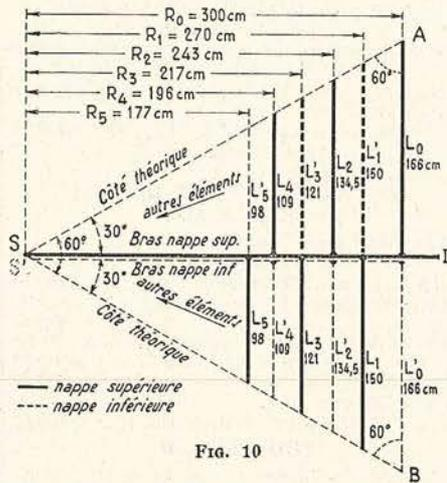

FIG. 10
Pour faciliter la consultation de l'article précédent qui comporte 9 figures, nous continuerons la numérotation des figures par la figure 10 et les suivantes. Les figures du premier article seront désignées par leur numéro et par celui de l'article, par exemple figure 2 (I).
La figure 10 montre le bras avec les tubes de longueur L₀, L₁, L₂, L₃, L₄, etc.
La section de la pyramide peut être aussi rectangulaire. Revenons à la figure 10. La nappe supérieure est représentée en traits pleins. Son sommet est S et ses éléments sont L₀, L₁, etc...